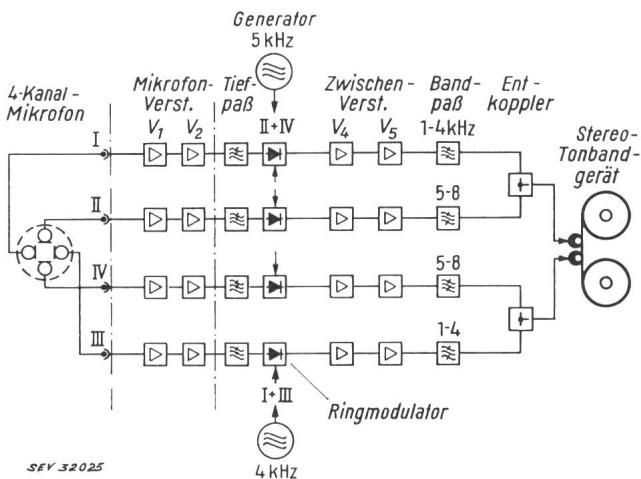

Fig. 1
**Aufnahme** (Fig. 1.) Die von den Mikrofonen aufgenommenen und in den Mikrophonverstärkern verstärkten Signale werden durch Tiefpässe auf 3 kHz beschnitten. In den Ringmodulatoren entstehen untere und obere Seitenbänder. Im 1. Kanal wird nach weiterer Verstärkung das obere, im 2. Kanal das untere Seitenband durch je einen Bandpass weggescchnitten. Die beiden verbleibenden, nach Frequenz je einem Kanal zugeordneten Seitenbänder können jetzt mit einer einzigen Spur auf das Band geschrieben werden. Auf der zweiten Spur des Stereobandes werden gleichermaßen die Anteile des 3. und 4. Mikrofons geschrieben.